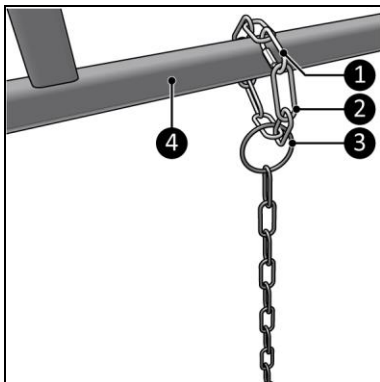

Figure 8
1. Faites passer la chaîne supplémentaire (30 cm) (figure 8, pos. 2) par l'anneau de la chaîne de suspension (50 cm) (figure 8, pos. 3) et par-dessus le cadre (figure 8, pos. 4).
2. Attachez un mousqueton (figure 8, pos. 1) aux deux extrémités de la chaîne de suspension supplémentaire (30 cm) pour fermer la boucle.